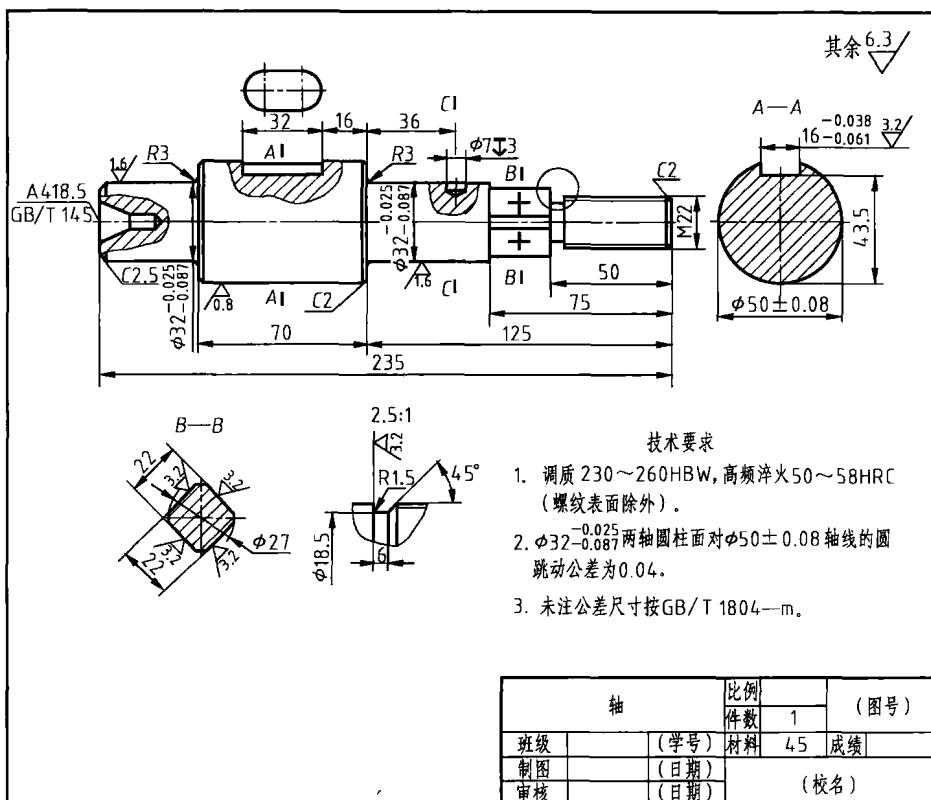

图 1-14 轴的零件图
(1) 看标题栏 看一张零件图，要从标题栏入手，从标题栏了解零件的材料，由材料了解零件毛坯的制造方法。
(2) 分析视图表达方法 弄清各视图的剖切位置和视图之间的关系。如图1-14所示轴的零件图是采用局部剖、断面剖视、放大等方法，充分表达的零件图。
(3) 分析视图，想象零件的形状 先从基础形体入手，由大到小逐步想象零件的形状。
(4) 读尺寸，分析尺寸基准 分析尺寸时，要一个形体一个形体的分析，先分析定形尺寸，再分析定位尺寸，然后分析各形体之间的尺寸关系。
(5) 看技术要求，分析几何精度要求 要看懂尺寸偏差代号、粗糙度代号、几何公差代号的意义，对不明白的可查阅有关的国家标准。